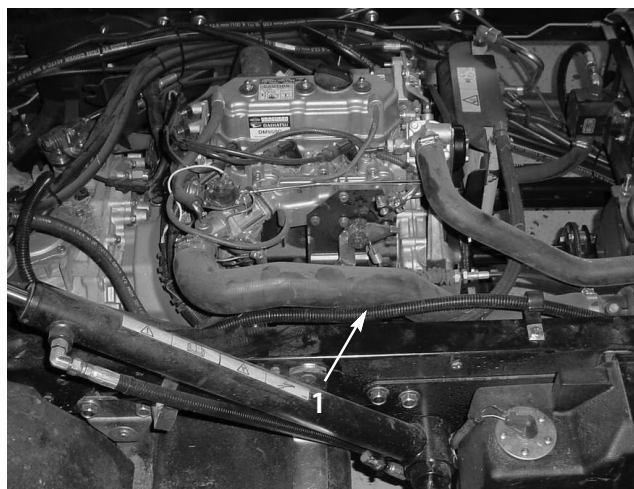

図22
9. レールの上にハーネスを這わせてトランスミッションの上まで引き入れる (図22)。